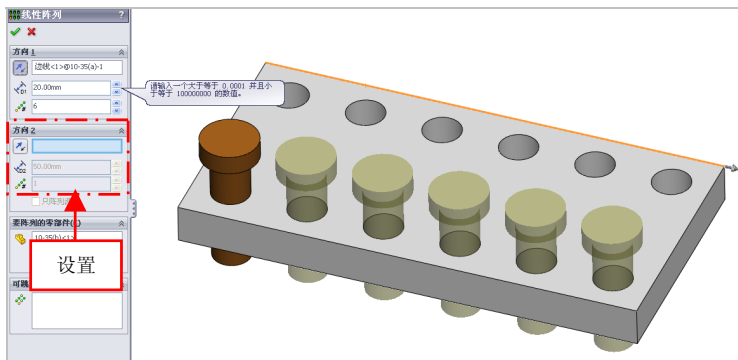

图 10-38 设置参数值
(4) 激活【方向 1】选项区,选择模型右侧的长边线对象,单击【反向】按钮,设置【间距】为 20、【实例数】为 6,如图 10-38 所示。